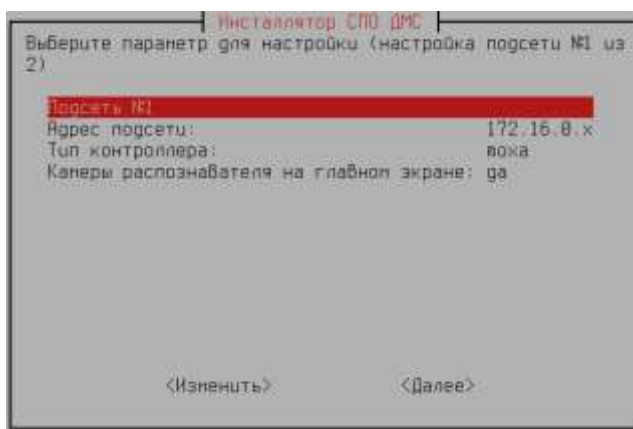

Рисунок 15 — Установка дополнительных параметров вычислителя
5) Данные по IP-подсети, количеству камер распознавания номеров и типу используемого серверов последовательных интерфейсов необходимо указать для каждого проезда (Рисунок 15):